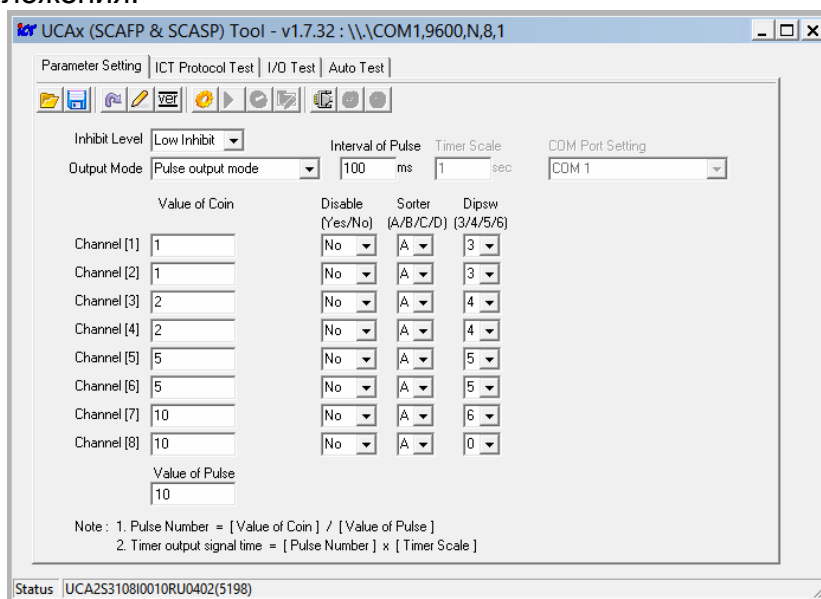

Рисунок 32. Внешний вид окна программы с установленными настройками (приведен пример конфигурации на прием суммы 10 рублей)
3. На ПК установите и запустите приложение для настройки параметров картоприемника **«UCAx Tools»**. Внешний вид окна приложения показан на рис. 32, связь с монетоприёмником устанавливается автоматически сразу после запуска приложения.
- нажмите кнопку  **Read current version from UCA1**, в строке **Status** будет показана текущая версия ПО – например, *UCA2S3801I0010(5198)* (см. рис. 32);
- в таблице в столбцах **Value of Coin**, **Disable**, **Sorter**, **Dipsw** установите для каналов монетоприемника (от 1-го до 8-го) номиналы монет и соответствующие им параметры, как показано на рис. 32.
5. В поле **Value of Pulse** введите сумму, которую необходимо внести пользователю для прохода (на рис. 32 показан пример суммы в 10 рублей).